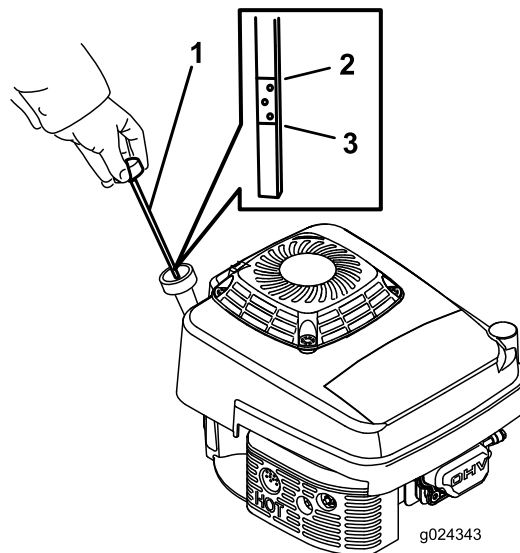

Figura 8
2. Scoateți joja rotind capacul în sens invers acelor de ceasornic și trăgându-l (Figura 8).
7. Verificați nivelul de ulei indicat pe joja (Figura 8).